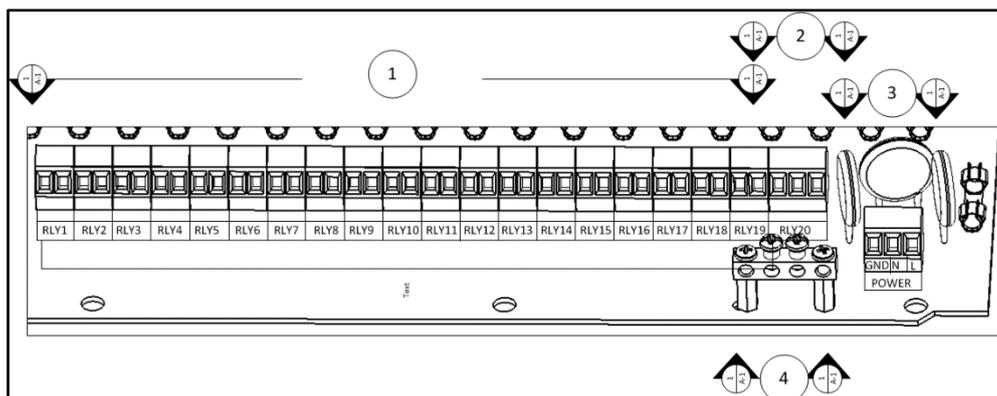

Figura 7: Funções de retransmissão
- Figura 7: Funções de retransmissão, página 96